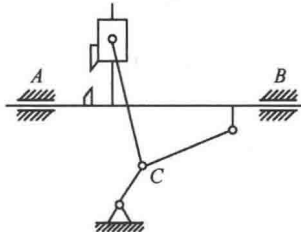

图 1-3-2
2. 计算图 1-3-2 所示的飞剪机构的自由度。[浙江大学 2010 研]